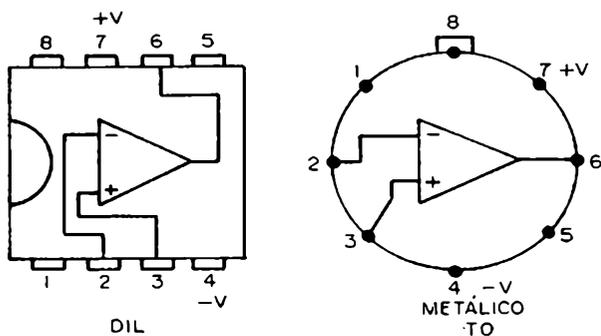

Figura 7
a) O circuito integrado 741 usado para este mixer se apresenta em dois tipos de invólucros: DIL e metálico redondo (figura 7). O leitor pode usar qualquer um deles desde que faça sua placa de circuito impresso de acordo. Uma das possibilidades importantes para esta montagem no caso de ser usado o integrado com invólucro DIL está na utilização de um soquete para o mesmo. Se bem que o soquete em alguns casos seja mais caro que o próprio integrado sua utilização além de proporcionar maior segurança permite que a substituição do integrado em caso de necessidade seja tremendamente facilitada. Este integrado 741 pode ser encontrado com diversas denominações que dependem do fabricante. Os mais comuns são: LM741, μ A741, SN72741, etc.